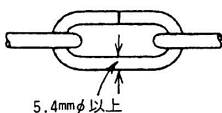

図11・3
- (1) 製造時に比べて5%以上長さが伸びたもの〔図11・3(a)〕
- (2) 断面の直径が10%以上減少したもの〔図11・3(b)〕
- (3) 素材にき裂があるもの。